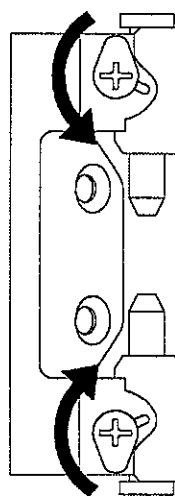

図2/蝶番ピンの外し方
- (2) 扉の開角度を約90度に保ち、蝶番のネジ部を矢印の方向にドライバーで回し、蝶番ピンのはめ合いを外す。(図2)